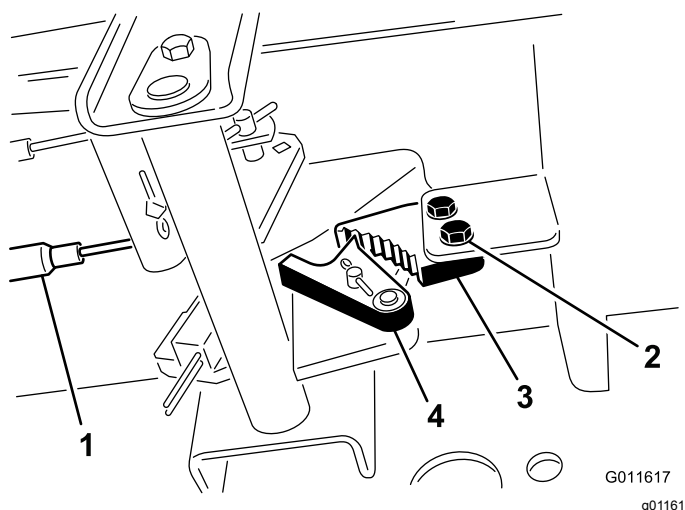

Figura 96
1. Afloje los 2 tornillos que fijan el trinquete del freno de estacionamiento al bastidor (Figura 96).
2. Pise el pedal del freno de estacionamiento hacia adelante hasta que la uña se engancha a fondo en el trinquete del freno (Figura 96).